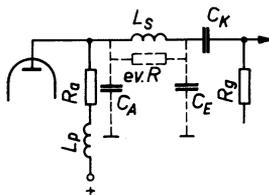

Fig.8.12. Optimale Stufenverstärkung durch kombinierte Resonanzentzerrung.
4. Kombinierte Resonanzentzerrung (Fig. 8.12)